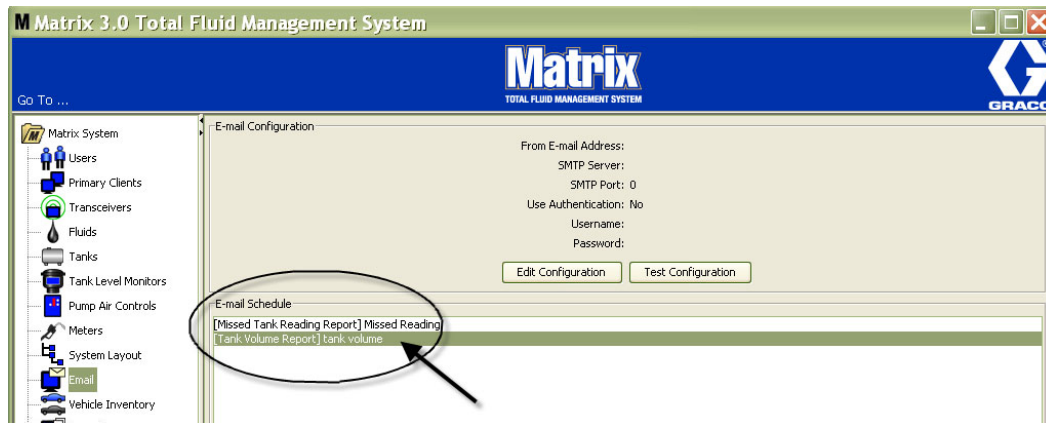

图 144
3. 您所创建的电子邮件事件显示在主电子邮件配置屏幕的电子邮件计划部分，如 图 144 中所示。